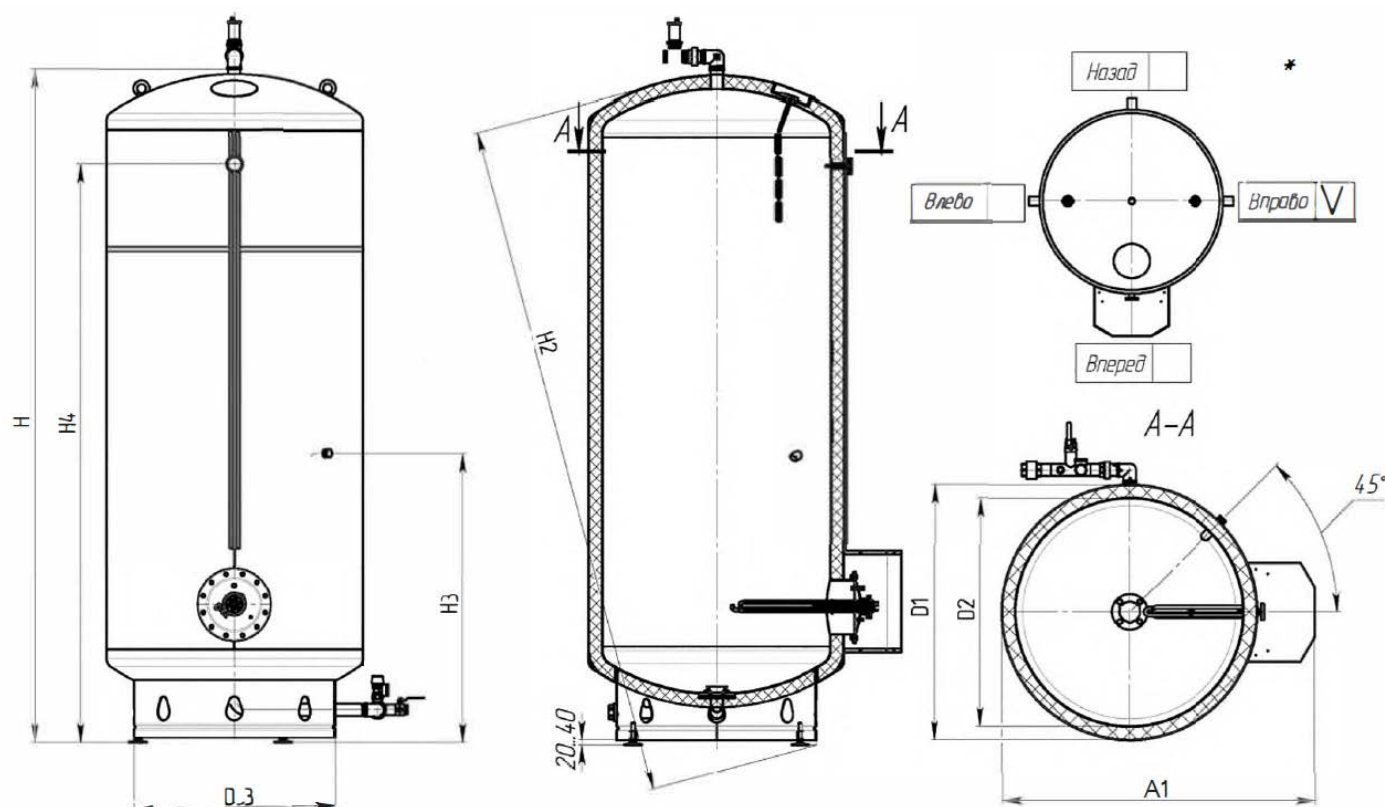

Рис. 2 Размеры основные
3.3 Габаритные и присоединительные размеры, масса и другие переменные характеристики бойлеров показаны в Таблице 1 и на Рис. 2